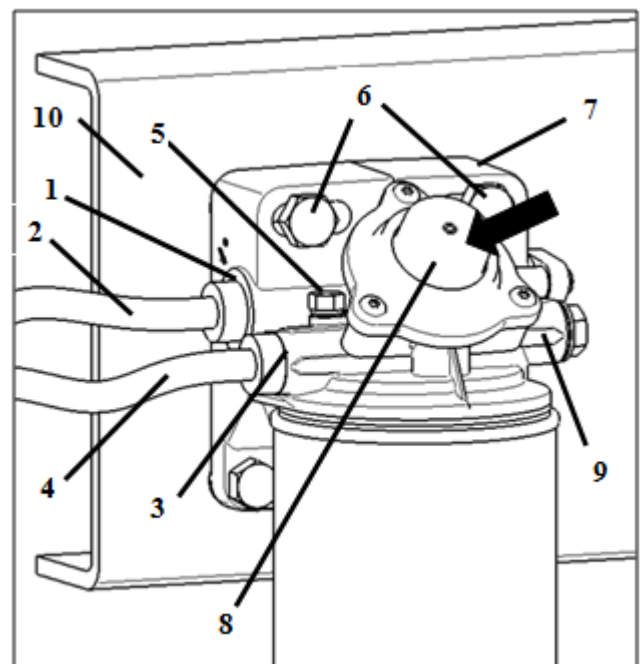

Рис. 3. Монтаж
- Выбрать подходящее место на раме автомобиля (поз. 10, Рис. 3) (учитывать указания в главе 4.1).
- Прикрепить монтажный фланец (поз. 7, Рис. 3) к раме (поз. 10, Рис. 3) двумя болтами (поз. 6, Рис. 3; M 12 - 8.8) и шайбами (12,5 - ISO 7090) ($M_a = 60 + 5 \text{ Нм}$).
- Удалить заглушки на впуске (поз. 1, Рис. 3) и выпуске (поз. 3, Рис. 3).
- Подсоединить топливопроводы (поз. 2 и 4, Рис. 3) к впуску (поз.1, Рис. 3, резьба M18 x 1,5) и выпуску (поз. 3 или 9, Рис. 3, резьба M18 x 1,5).
- Отвернуть воздухоотводный винт на 12 (поз. 5, Рис. 3).
- Привести в действие ручной насос (поз. 8, Рис. 3) для всасывания топлива.